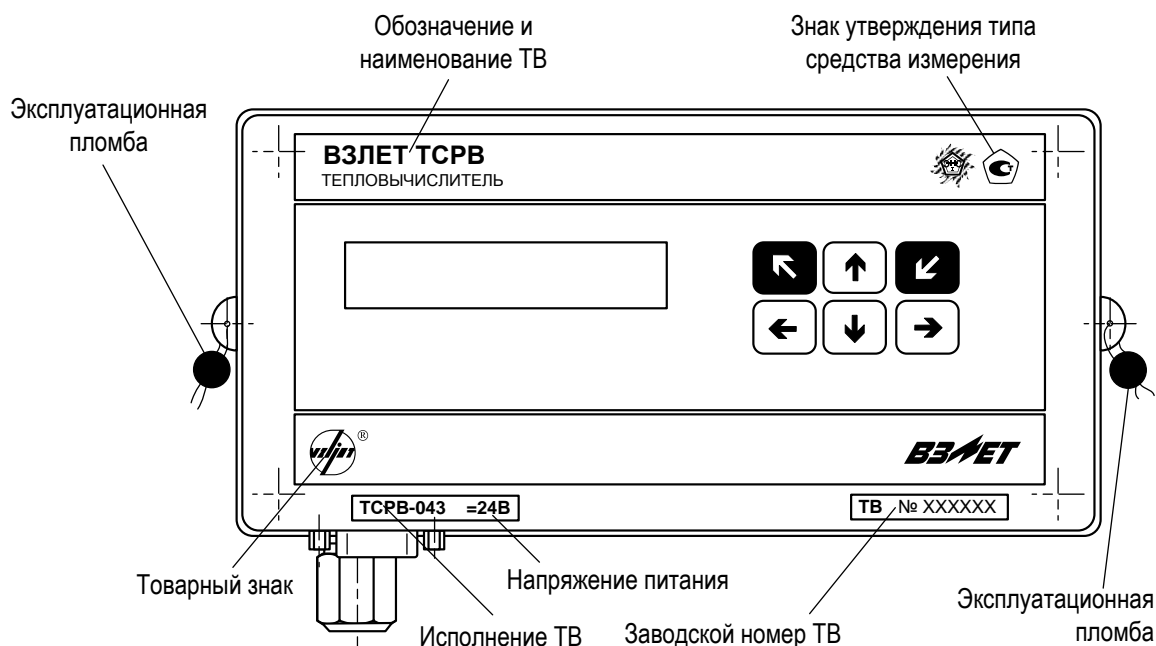

Рис.3. Вид и размещение маркировки и возможных мест пломбирования корпуса ТВ.
1.7.1. Маркировка на лицевой панели ТВ (рис.3) содержит:
- 1.7.4. Для защиты от несанкционированного доступа при транспортировке, хранении и эксплуатации должны пломбироваться проушины корпуса ТВ (рис.3).